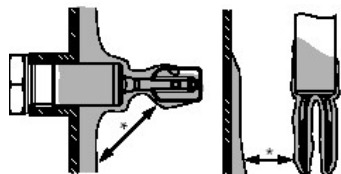

Рисунок 5
2.4.3 При установке в емкости лопатки плотномера должны полностью выступать внутрь и ориентироваться вертикально. При установке следует учитывать возможность налипания на лопатки вязких фракций. Для исключения влияния налипания следует увеличить дистанцию от камертона до стенок емкости (рисунок 5).